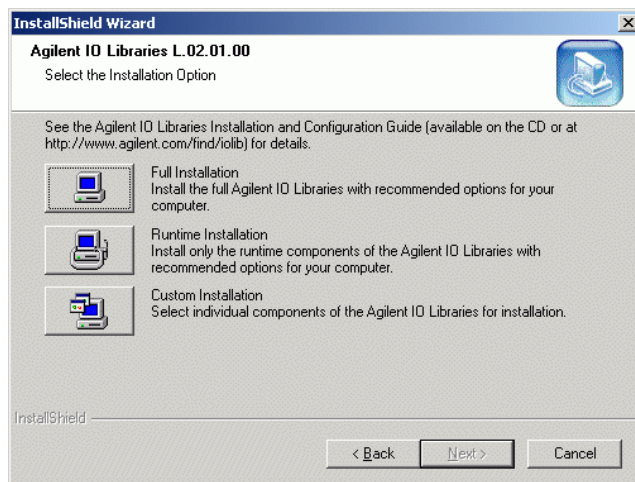

图 7 选择全部安装 SICL 和 VISA
- 3 选择 **Full installation** (全部安装) 来安装 SICL 库和 VISA 部分 (见图 7)。选择下一步 (**Next**)，则系统开始安装 I/O 库的 SICL 和 VISA 部分。